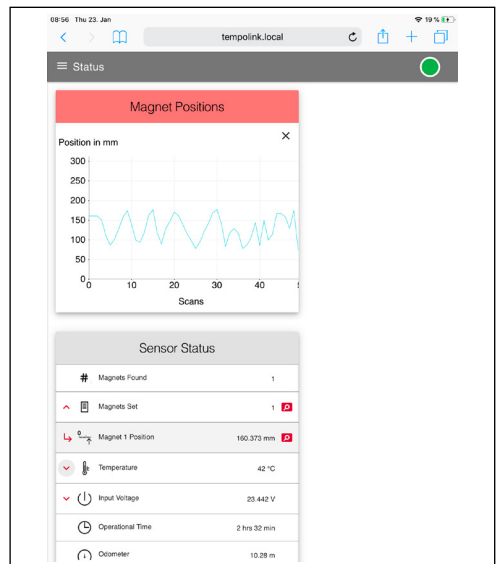

Abb. 21: Grafische Anzeige der Positionswerte
- **Magnets Set:** Anzahl der eingestellten Magnete, mit denen der Sensor betrieben wird. Wenn Sie den roten Pfeil links neben Symbol anklicken, wird die aktuelle Position des Magneten angezeigt. Wenn Sie die Lupe auf der rechten Seite klicken, wird die aktuelle Magnetposition in einer grafischen Anzeige dargestellt. Beachten Sie, dass die Ausgabe der Positionswerte in der grafischen Anzeige langsamer ist als die Ausgabe der Positionswerte an die Steuerung (Abb. 21).